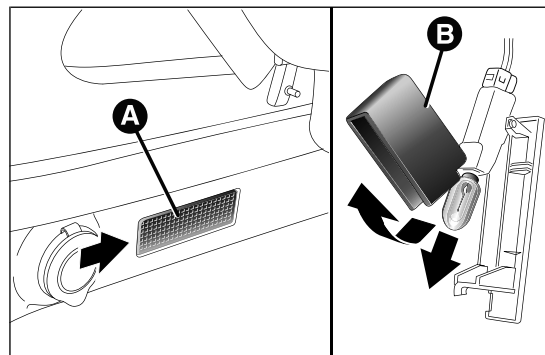

fig. 189
- ☐ abrir el maletero y extraer el plafón A fig. 189 actuando en el punto que indica la flecha;